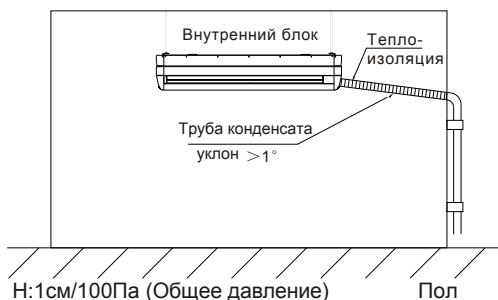

Рис. 23
- В новой комнате проведите тест утечки до укладки потолка, см. Рис. 23.